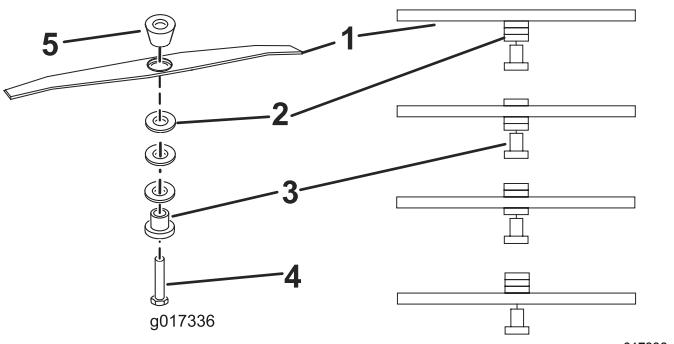

図 13
5. 希望する刈高にあわせてスペーザをセットし、ブレードリテナーとスペーザ 図 13 をもう一度取り付け、25 N·m=2.5 kg.m=18 ft-lbs にトルク締めする。